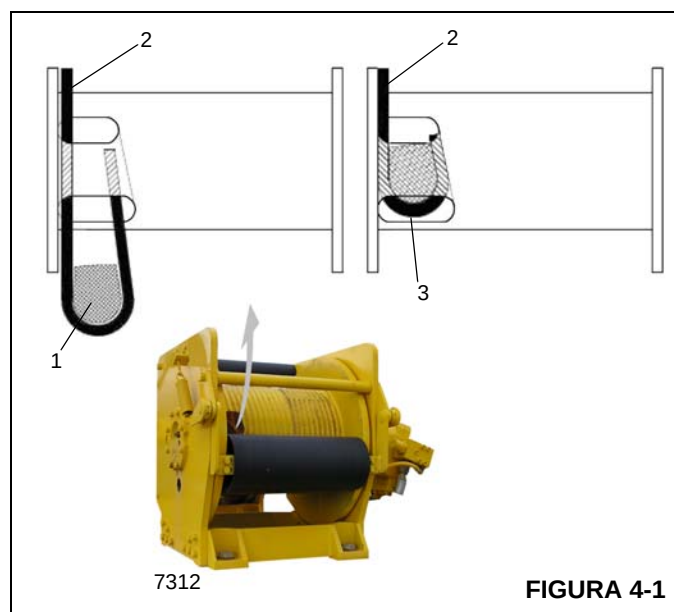

FIGURA 4-1
3. Insira o cabo através da fenda e posicione-o ao redor da cunha de fixação (1) (Figura 4-1).